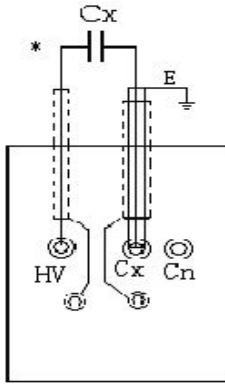

图4：内接方式
- c. 从“Hv”端子用专用线缆（红色）接至被试品高压端（此线带高压），“Cx”端子用专用线缆（兰色）接至被试品低压端，注意芯线“Cx”接被试品，电缆插头端外屏蔽的引出线连至专用接地端，如图 4 所示；如果试品低压端有屏蔽端子（如标准电容器），可用导线将该端子与线缆的内屏蔽（夹头端的引出线）“E”连接后接地。